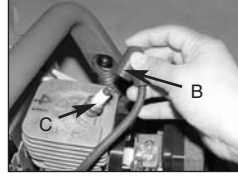

Abb. 21B
3. Tirar del cable de encendido (B) a la vez que gira la bujía de encendido (fig. 21B).